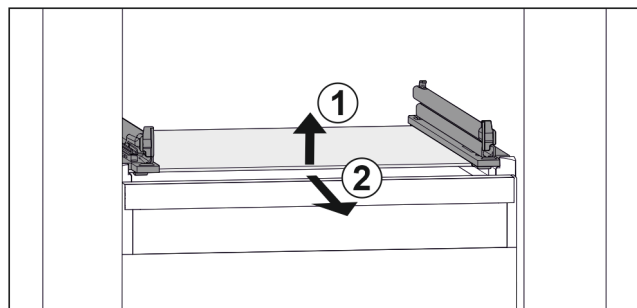

Fig. 43 Beispielhafte Darstellung der Glasplatte
- Glasplatte vorne anheben. Fig. 43 (1)
- Glasplatte nach vorne entnehmen. Fig. 43 (2)